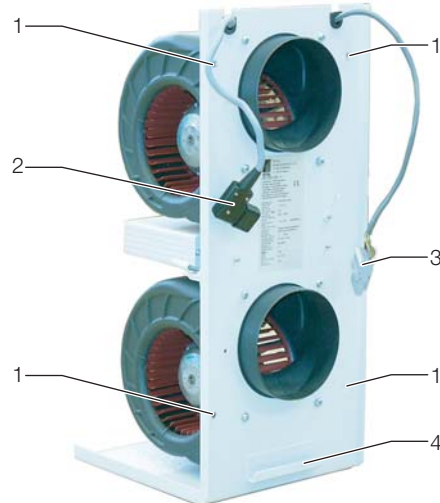

Abb. 33: Lüftermodul eines LCP-Moduls
- Lösen Sie die 4 Befestigungsschrauben an der Vorderseite des Lüftermoduls (Abb. 33, Pos. 1).
- Ziehen Sie den Stecker für die Spannungsversorgung und die Steuerleitung (Abb. 33, Pos. 2 und Pos. 3) ab.
- Ziehen Sie das Lüftermodul am Handgriff (Abb. 33, Pos. 4) vollständig aus dem Moduleinschub heraus.